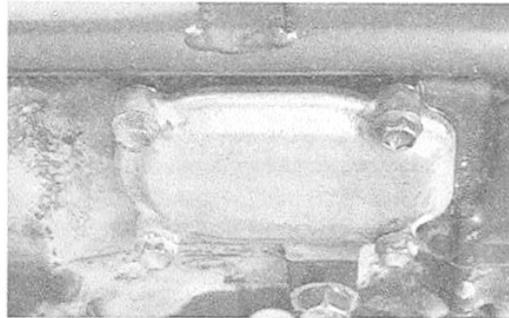

Bild 31
- Vier Schrauben SW 10 am Ölsumpffilter-Deckel ausdrehen und Deckel abnehmen (Bild 31). Zwei Befestigungsschrauben lösen und Ölsumpffilter herausnehmen. Ölsumpffilter mit Pinsel in sauberem Lösungsmittel reinigen und anschliessend mit Druckluft trocknen.